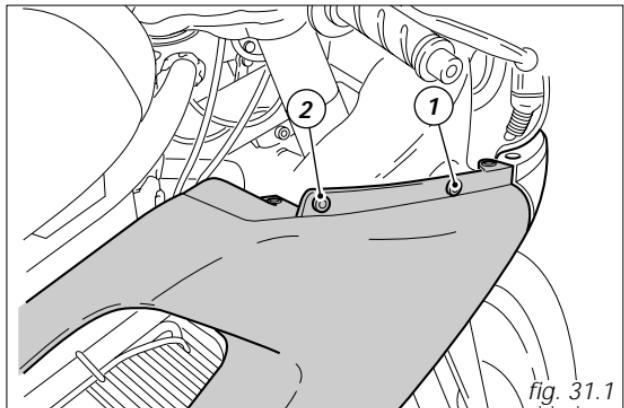

fig. 31.1
Desserrez la vis (1, fig. 31.1) fixant chaque demi-carénage au soutien latéral, côté gauche, ou au vase d'expansion, côté droit, et les vis arrières (2) d'assemblage à la bride du cadre.